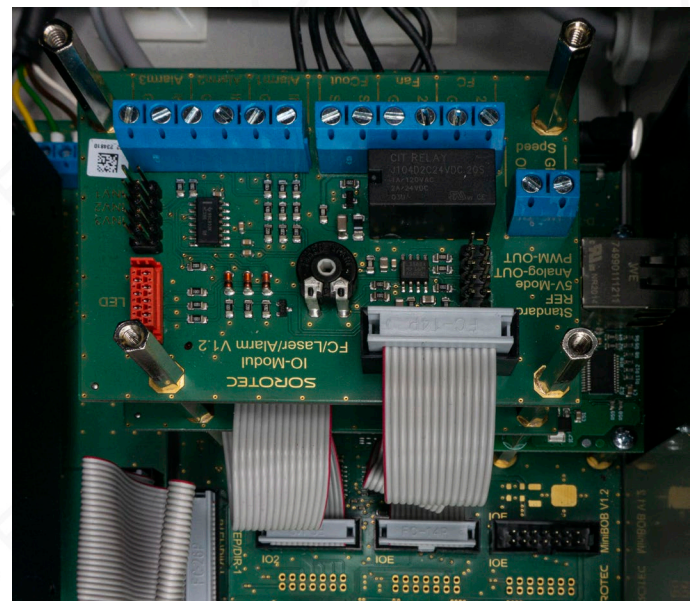

Bild 38: C3 IO-Module Speed montiert und angeschlossen
- Montieren Sie das C3 IO-Module Speed mit den mitgelieferten Distanzhülsen an seinem Platz oberhalb des C3 IO-Module Basic. Siehe Bild 38 .